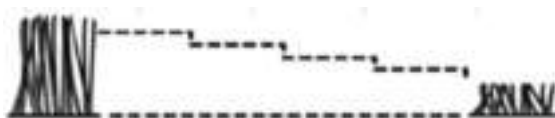

Рис. 12
1. Выведите из зацепления рычаг регулировки высоты кошения (рис. 12).